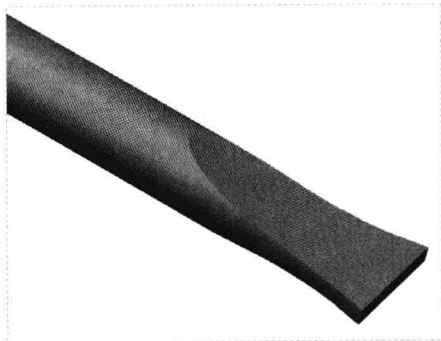

图 15-37 创建拉伸切除特征 2
Step 15 执行操作后,单击“应用并保存在工具中所做的所有更改,然后关闭工具操控板”按钮,完成拉伸切除特征的创建,如图 15-37 所示。